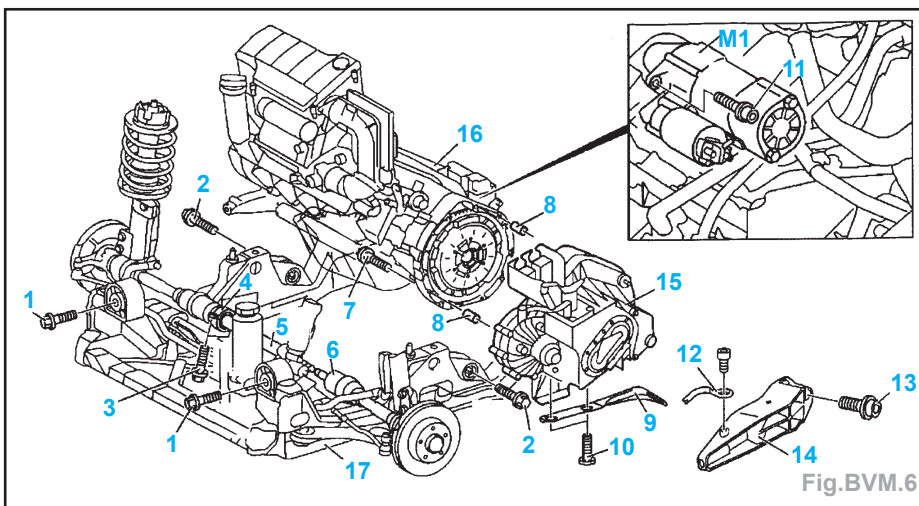

Fig.BVM.6
- Déposer les vis (1 et 2) (Fig.BVM.6).
- les vis (3),
- le palier intermédiaire (4) de la transmission D (5).
- les vis (10) et le support (9),
- la tresse de masse (12) du support (14),
- les vis (13) et le support (14),